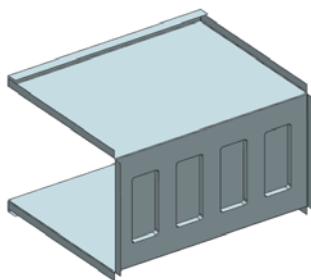

图 11-209 创建其他 3 个凹坑
(6) 同理,创建其他三个凹坑,凹坑之间的间距为32.3,如图11-209所示。